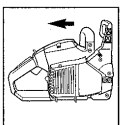

Fig. 3B
1. Stellen Sie sicher, dass der Kettenbremshebel zur Position **ENTKUPPELT** zurückgezogen ist (Abb. 3B).